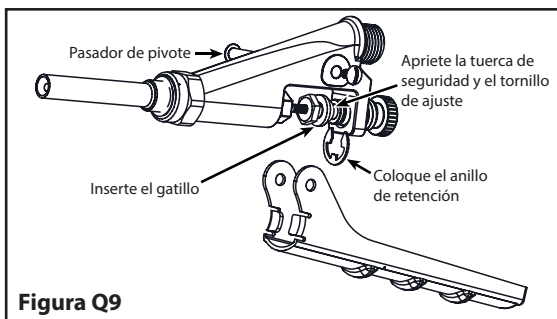

**Figura Q7**
11. Inserte el extremo largo del cable y el sello plano en el extremo delantero de la válvula. **(Vea la figura Q7)** Empuje el cable a través de la válvula hasta que el extremo esté expuesto para colocar la arandela de empaque y la tuerca de empaque. **(Vea la figura Q8)** Lubrique la arandela de empaque y las juntas tóricas de la tuerca de empaque **SOLAMENTE** con grasa de silicona.